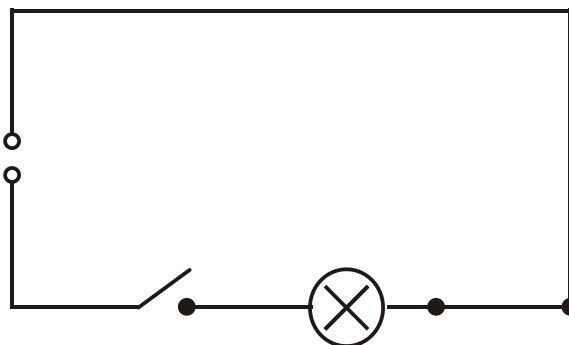

Fig.1 Schizzo di commutazione
- Realizzare il circuito secondo Fig. 1.